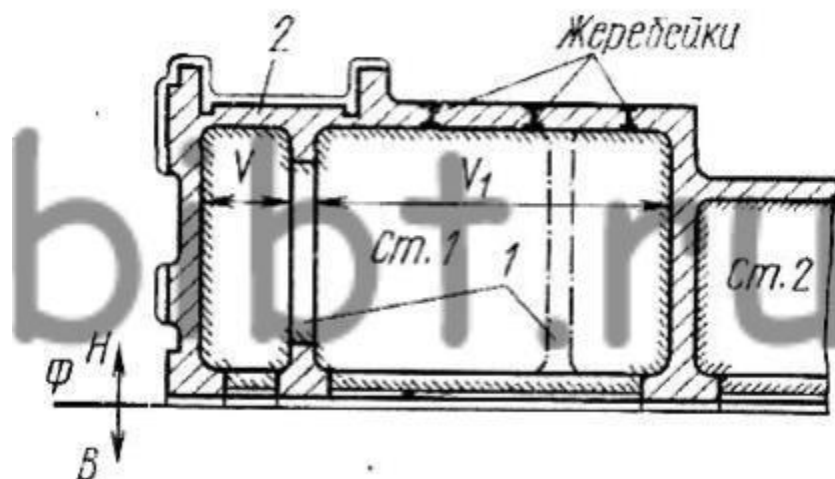

Рисунок 5 Графическое изображение технического решения
6. Не допускать наличия жеребеек в ответственных частях 2 отливок. Указанное требование обеспечено смещением стенки 1 (см. рисунок 5, прежнее положение стенки изображено штрихпунктирной линией).